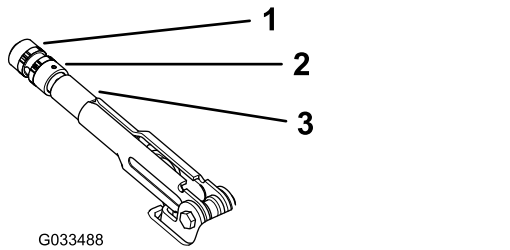

Figura 65
2. Afloje el tornillo de fijación que sujeta el pomo a la palanca del freno de estacionamiento (Figura 65).